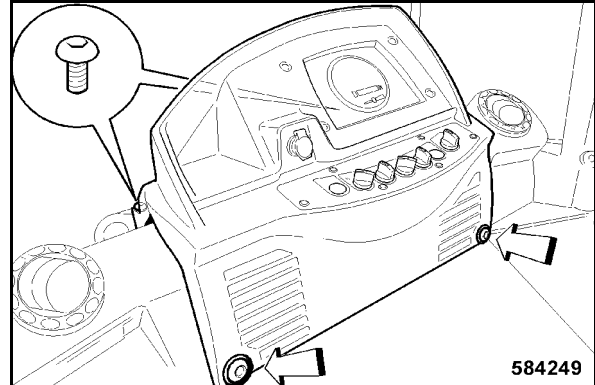

fig. 220
- installer le tableau de bord et le fixer au moyen de quatre vis de fixation (fig. 220).